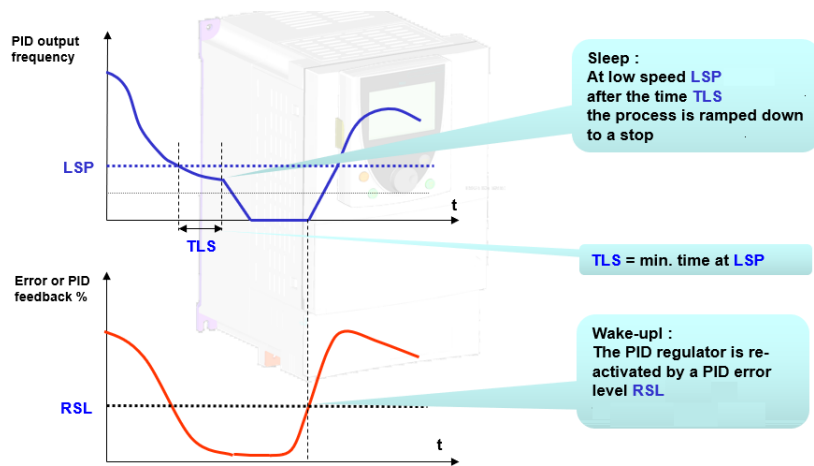

Figura 1
- En controles de presión hidráulica es muy habitual utilizar la funcionalidad dormir/despertar, esto se hace con el fin de que, una vez se alcanza la velocidad de equilibrio (la que proporciona la presión deseada), sin demanda de caudal (todos los grifos y válvulas cerradas), la bomba se pare . En la figura 1 tenemos un diagrama descriptivo